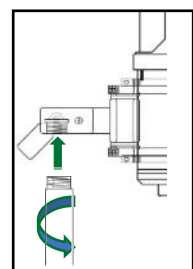

図8
2. マイクスタンドのアームを緩め、スタンドアームをサスペンションマウントのアームのネジ山にねじ込みます(図8)。